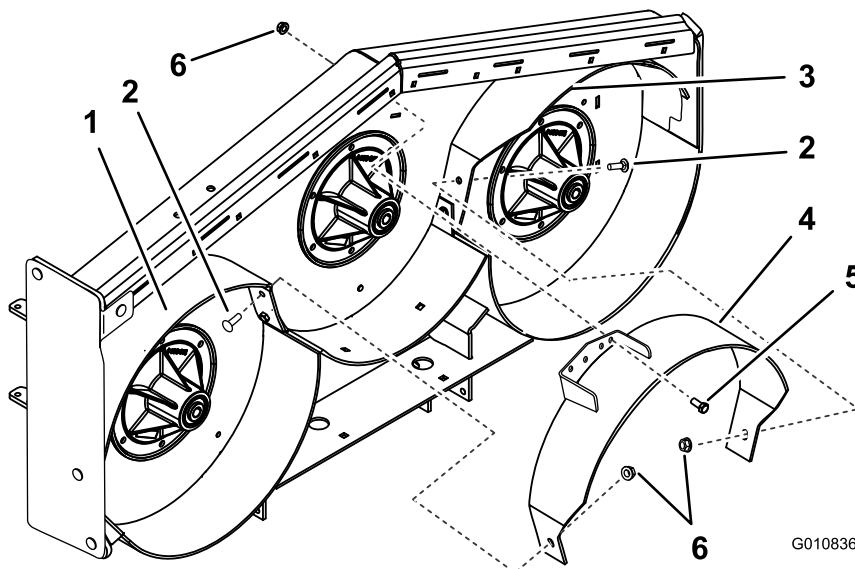

Figure 12
- ($\frac{3}{8}$ x 1 po) et 1 écrou à petite embase ($\frac{3}{8}$ po), comme à la Figure 12.
- Fixez légèrement le déflecteur central au déflecteur droit avec 1 boulon de carrosserie ($\frac{3}{8}$ x 1 po) et 1 écrou à petite embase ($\frac{3}{8}$ po), comme montré à la Figure 12.
- Fixez légèrement le déflecteur central au sommet du tablier de coupe avec 1 boulon ($\frac{3}{8}$ x 1 po) et 1 écrou à petite embase ($\frac{3}{8}$ po), comme montré à la Figure 12.